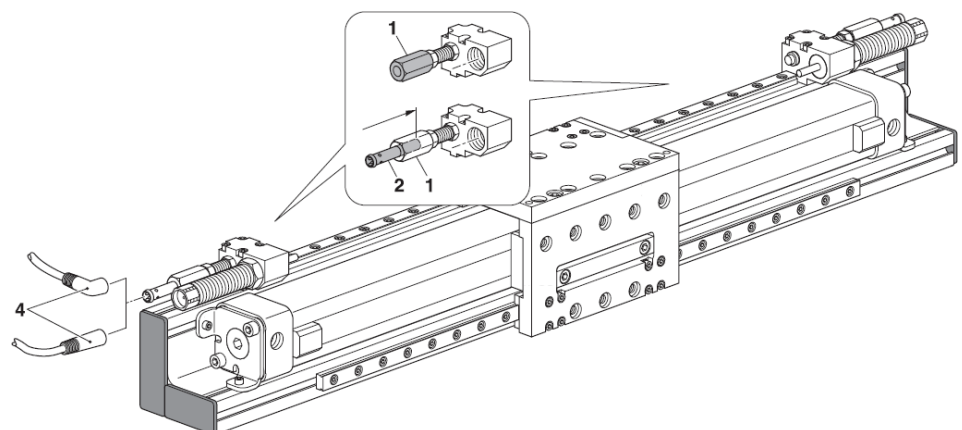

Fig. 35 Montage de l'initiateur D 6,5 mm dans le PMP-c version 01
1. Visser le support de l'initiateur (Fig. 35, 1) sur la vis de butée.
2. Insérer l'initiateur (Fig. 35, 2+3) dans le support d'initiateur jusqu'à la butée.
3. Serrer légèrement le support de l'initiateur (Fig. 35, 1).
4. Montez le connecteur (Fig. 35, 4).